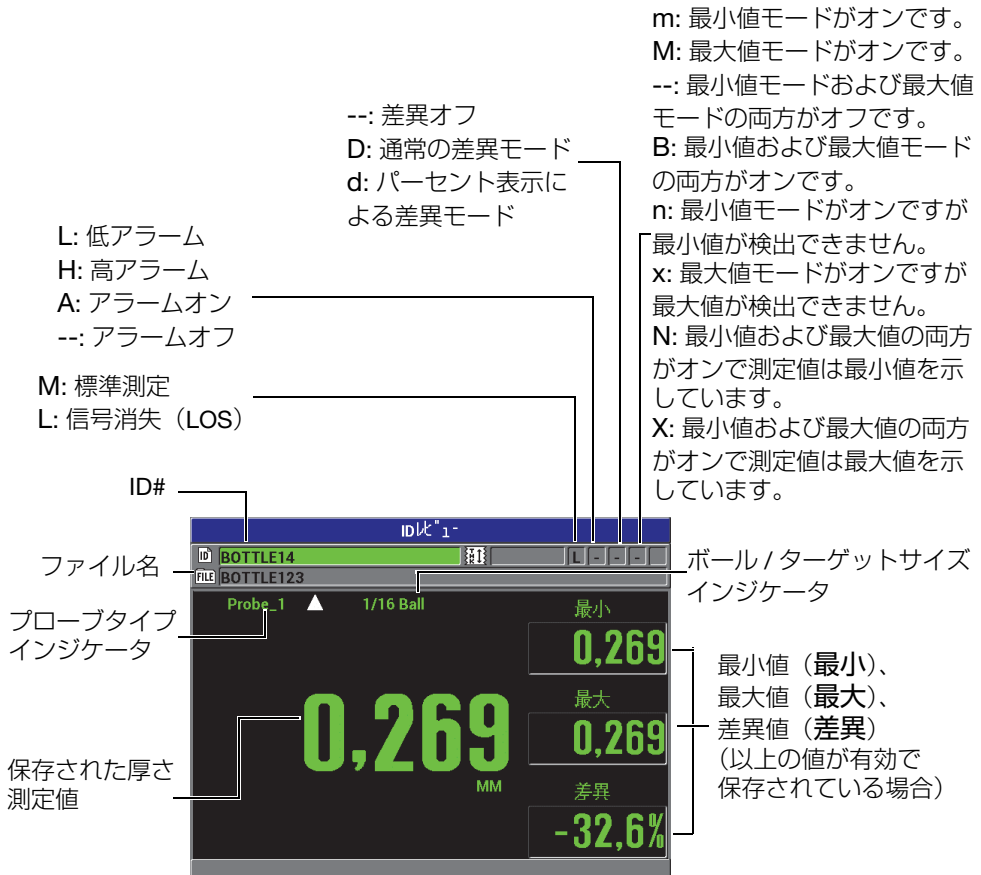

図 7-15 ID レビュー画面について
139 ページ図 7-15 に、ID レビュー画面の例を示し、その内容について説明します。フラグは、送信コマンドを使用して厚さ計から送信されるステータスワードと同じく 1 文字で表されています
2. 測定画面で、[ID#] を押し、ID レビュー画面を開きます (139 ページ図 7-15 参照) :